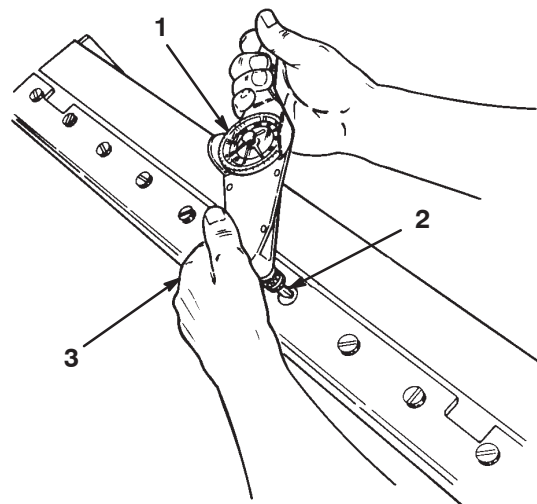

Figure 27
3. Utilisez une clé dynamométrique et l'outil spécial Réf. 51-0880 pour finir de serrer les vis (Fig. 27). Serrez les vis à 28 kgm en commençant par la vis centrale. Serrez ensuite une vis sur deux en progressant vers chaque extrémité pour que la contre-lame soit bien à plat contre la barre d'appui.